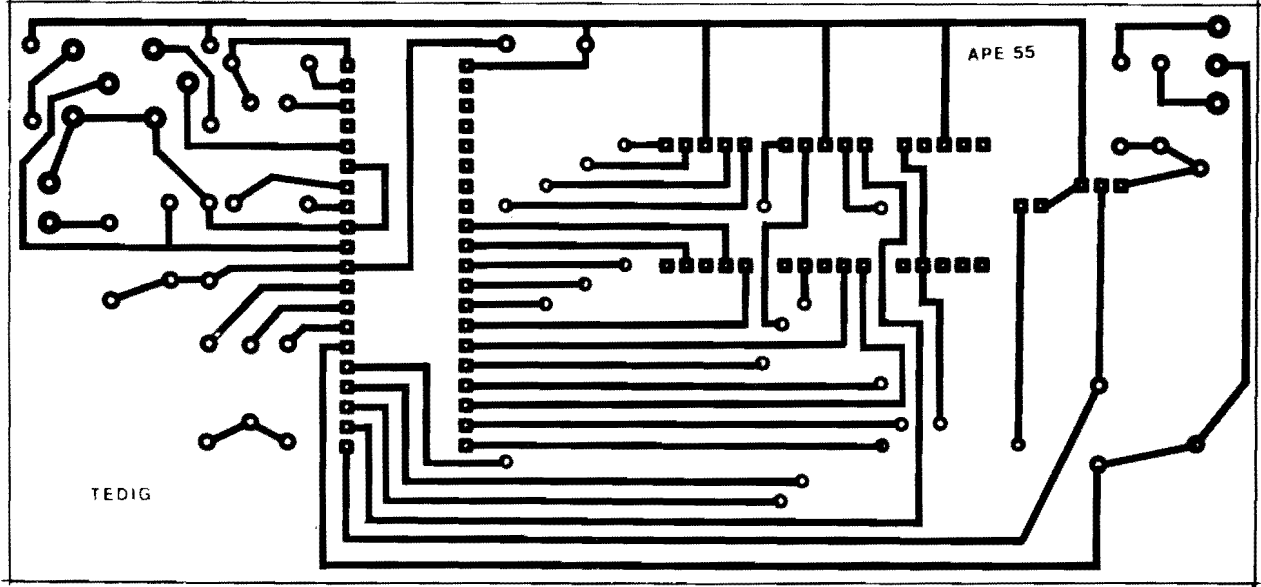

Fig. 2
- FIG. 2 - LAY OUT DO CIRCUITO IMPRESSO ESPECÍFICO - Como a placa reúne a acomodação tanto do (grande...) Integrado principal, todos os componentes acessórios (menos o transformador, único componente que fica fora da placa...), incluindo o próprio display numérico de três dígitos (na verdade, tecnicamente de 3 1/2 dígitos...), não há como fazê-la muito pequena... Mesmo assim, considerando os quesitos que normalmente usamos aqui em A.P.E., ou seja: de manter "baixa" a complexidade, inclusive do desenho das ilhas e pistas cobreadas, acreditamos que o arranjo não ficou "assustador"... Basta um pouco de atenção e cuidado, durante a cópia e a traçagem, além da proverbial conferência, cuidadosa, ao final, para que tudo saia "nos conformes"... A figura mostra o arranjo de ilhas e pistas cobreadas, em escala 1:1 (tamanho natural...) e, apesar de mostrar uma certa "profusão" de caminhos e trilhas (condição inevitável, já que cada display tem vários segmentos a serem individualmente comandados...), não chega a ser "complicada"... Com um pouco de atenção e cuidado, o Leitor/Hobbysta poderá, sem problemas, confeccionar a placa sem grandes problemas... É lógico que, em lay outs desse tipo, envolvendo Integrados e